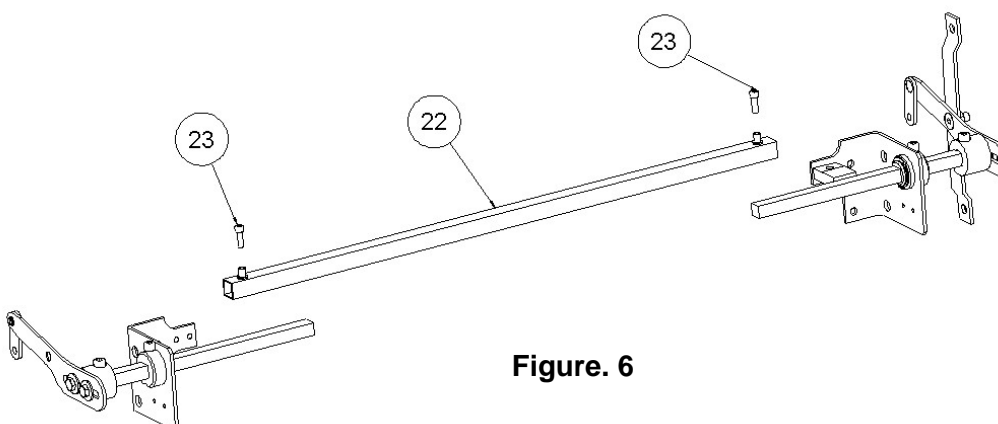

Figure. 6
de l'ensemble et en introduisant plus ou moins les bras à l'intérieur du tube et serrez les vis M6 x 16 DIN 912 8.8 (23) -Fig.6-